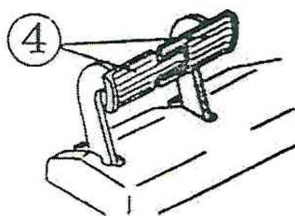

Рис. 2-9
#### 2.2.1.6 Рычаг блокировки тормоза (6) (Рис. 2-9)